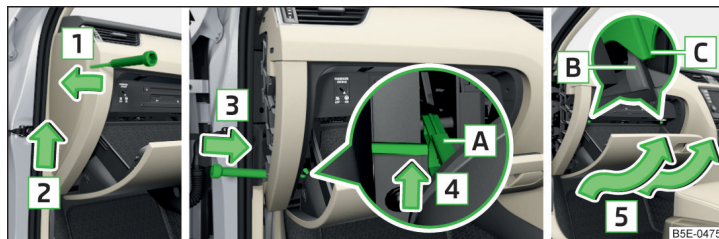

Fig. 230 Torpedoul de pe partea pasagerului față
- Introduceți o șurubelniță sub capacul lateral » fig. 230.
- Introduceți tampoanele limitatoare **B** ale compartimentului de depozitare în spatele suporturilor **C** » fig. 230.